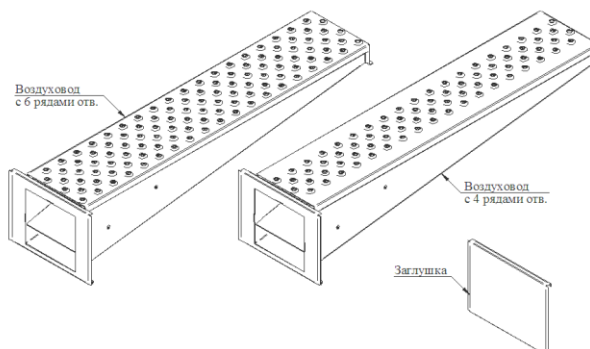

Рис. 14
3. Вынуть воздухопроводы и заглушку из камеры (см. Рис. 14).